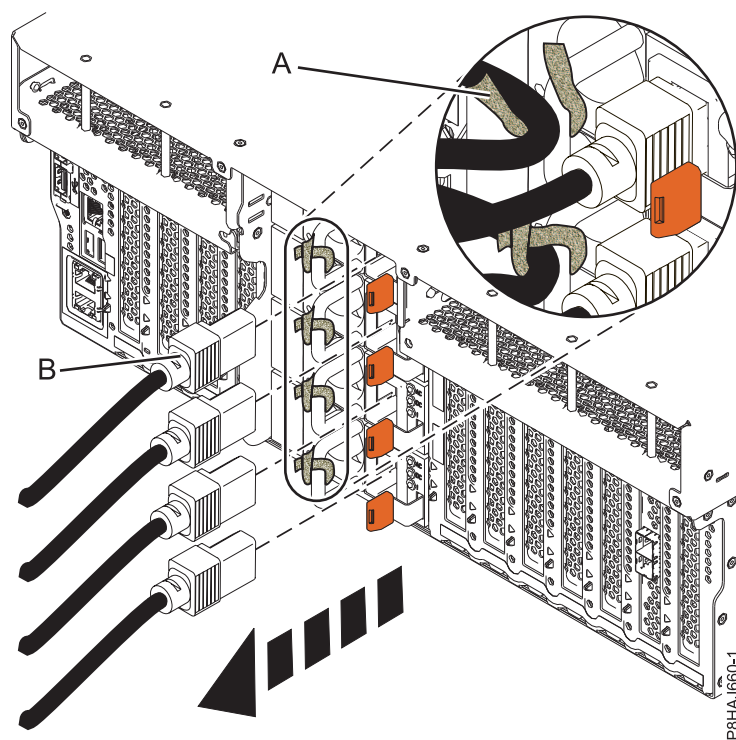
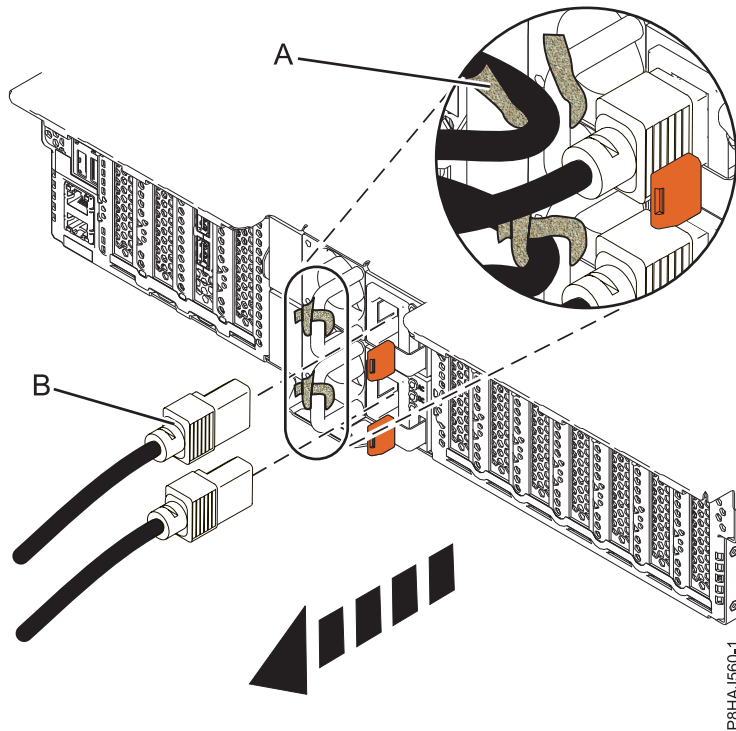
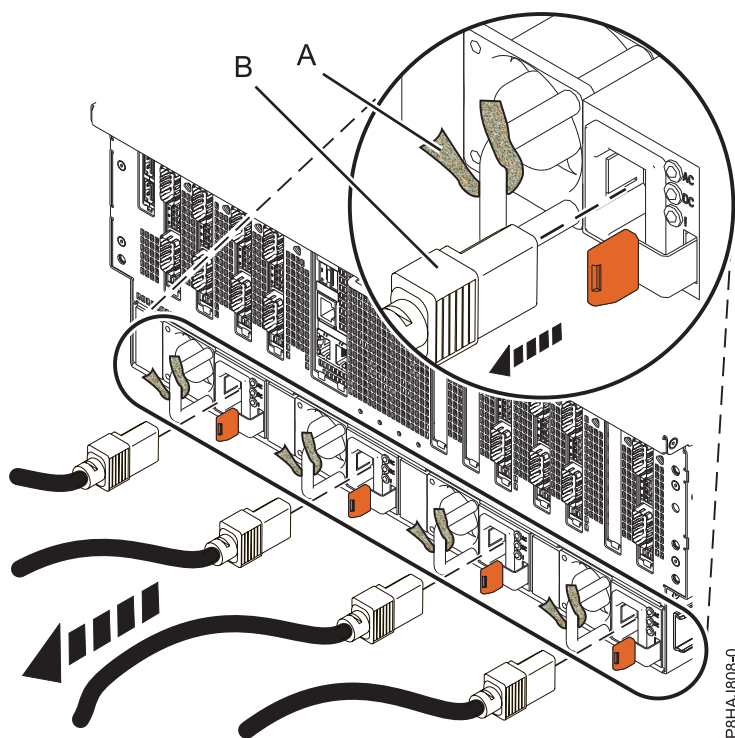

Figura 16. Extracció dels cables d'alimentació d'un sistema 8247-42L, 8286-41A o 8286-42A
Figura 17. Extracció dels cables d'alimentació d'un sistema 5148-21L, 5148-22L, 8247-21L, 8247-22L, 8284-21A, o 8284-22A
Figura 18. Extracció dels cables d'alimentació d'un sistema 8408-44E o 8408-E8E
3. Desconnecteu els cables d'alimentació (**B**) de la unitat del sistema. Consulteu Figura 16 a la pàgina 41, Figura 17 a la pàgina 41 o Figura 18 a la pàgina 42 depenent del tipus de sistema que tingueu.